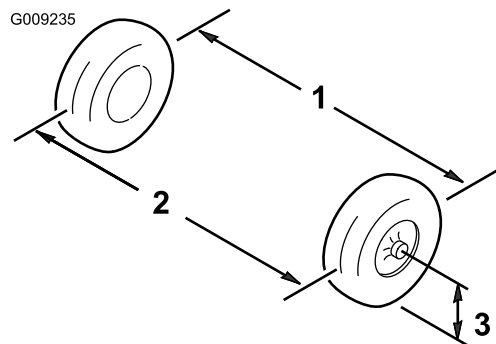

Figure 58
2. Mesurez la distance entre les roues avant à hauteur d'essieu, à l'avant et à l'arrière des roues (Figure 58).